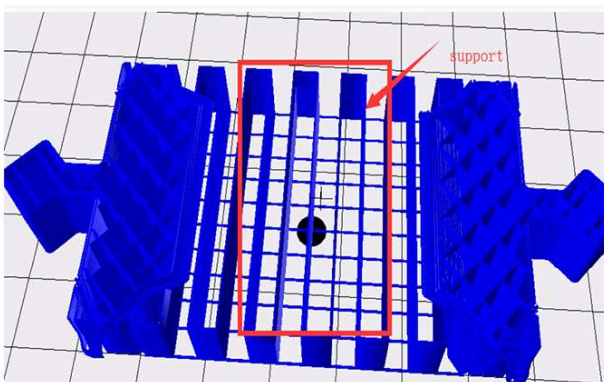
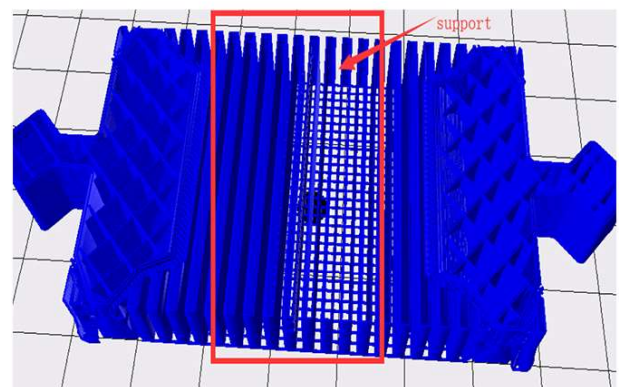

图 22·10%支撑填充率
图 23·30%支撑填充率
3.支撑填充率（%）：即支撑的填充率，决定相邻支撑填充线之间的距离，值越大，则走线越近，支撑结构越密集。填充率越高，支撑强度越高，支撑越实心，则越容易支撑住模型，但越难去除；填充率越低，支撑强度越低，则越容易去除，但对模型的支撑能力越低。图 22与图 23分别展示了10%支撑填充率与30%支撑填充率的情况，可以明显看到30%支撑填充率的支撑结构比10%的要密集得多。